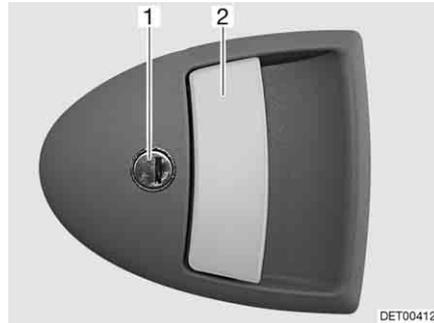

Fig. 39 Cerradura de la puerta de entrada, en el exterior
- Introducir la llave en el cilindro de cierre (Fig. 39,1) y girarla hasta que esté desbloqueada la cerradura de la puerta.
- Tirar del tirador de la puerta (Fig. 39,2). La puerta está abierta.
- Introducir la llave en el cilindro de cierre (Fig. 39,1) y girarla hasta que esté bloqueada la cerradura de la puerta.